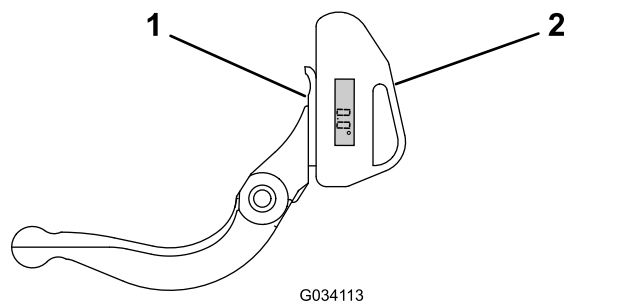

Figura 33
1. Posizionate il goniometro sul lato inferiore della controlama, come illustrato nella Figura 33.